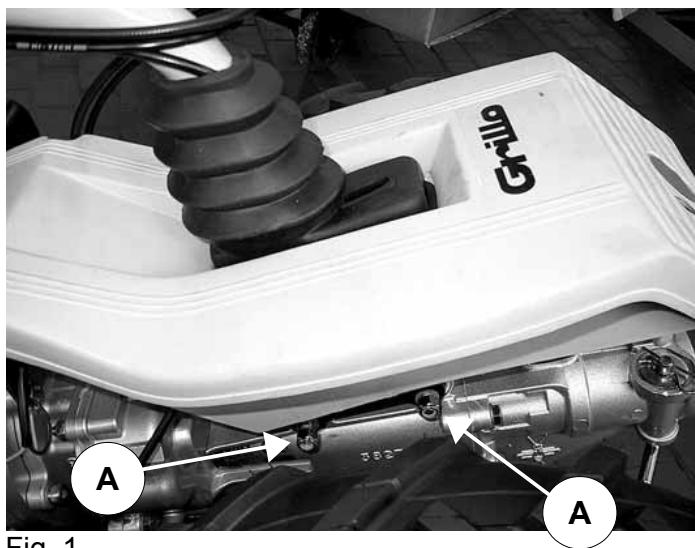
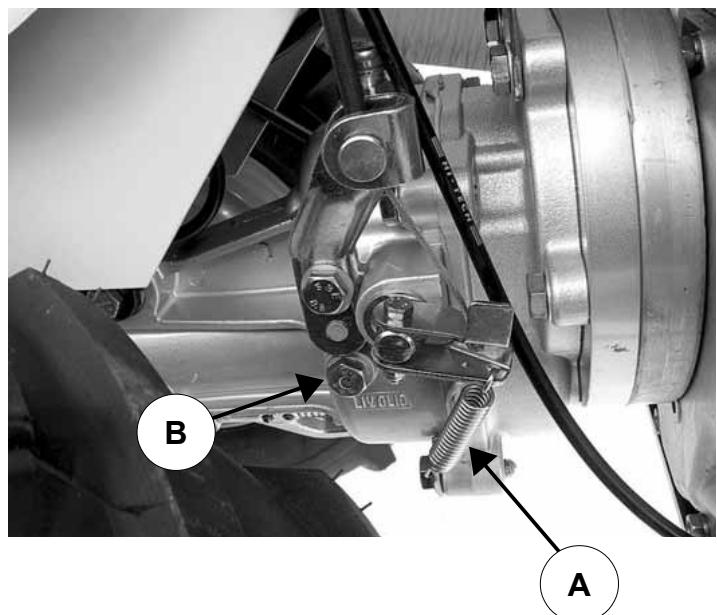

Fig. 1
Fig. 4
- 2) Levantar el carenado de las ruedas (fig. 1)
- 3) Quitar los dos tornillos (fig. 1, pos. A).
- 4) Girar la mancera a 180°, volver a colocar los dos tornillos de fijación y ajustar las tuercas (fig. 1, pos. A). Prestar atención en no doblar los cables de mando.
- 5) Ubicar la palanca de regulación del manubrio prestando atención en los topes (fig. 1, pos. B).
- 8) Montar la fresa en el acoplamiento rápido y trabarla con el perno correspondiente (fig. 1, pos. D).
- que los accesorios se encuentren bien fijados a la máquina (fig. 1, pos. D).
Con el motor en régimen bajo, conectar la herramienta tirando la palanca no. 3 (fig. 2) y acelerar oportunamente. La máquina se pondrá en movimiento tirando de la palanca no. 7 (fig. 2) y después tirando de la palanca no. 1 (fig. 2). Dejando la palanca no. 1 (fig. 2) la maquina se para. Tirando de la palanca no. 2 (fig. 1) y la palanca no. 1 (fig. 2) la máquina se detiene. Dejando la palanca no. 3 (fig. 2) la herramienta se detiene. Tirando la palanca no. 2 (fig. 2) la máquina retrocede (mantener el motor a bajas revoluciones). También debe presionar la palanca no. 1 (fig. 2).
Controlar el nivel de aceite cada 50 horas de trabajo (fig. 4, pos. B). En caso necesario, añadir aceite BLASIA 220 (ISO-L-CKD, DIN 51502 PGLP; API GL5), cantidad 750 g. (fig. 1, pos. C). Cambiar el aceite una vez al año. Para eliminar el aceite viejo utilizar el tapón (fig. 9, no. 1).